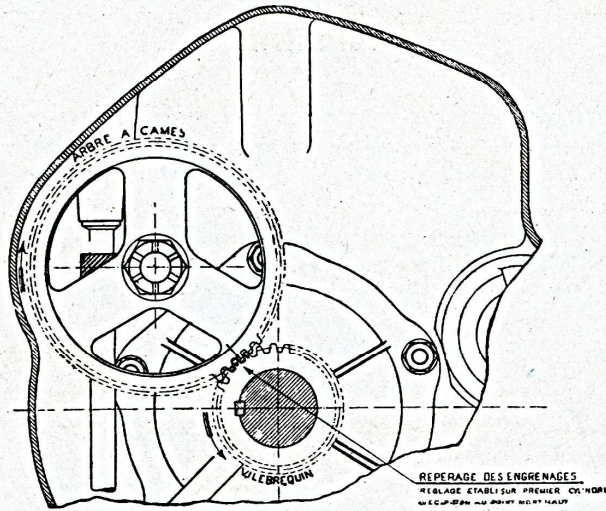

Fig. 4.
a) *Distribution.* — La soupape d'admission doit s'ouvrir à 0,25 mm., après le point mort haut, les autres positions sont données automatiquement par la disposition même des cames, les unes par rapport aux autres. D'autre part vérifier que les repères placés sur les engrenages de distribution correspondent comme le montre la figure 4. Le réglage de la distribution doit toujours se faire sur le premier cylindre (le plus près du radiateur).